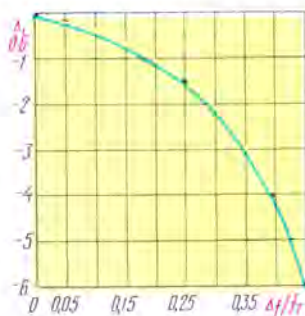

Рис. 1
Зависимость  $\Delta$  от  $\Delta f / f_r$  (рис. 1) можно использовать для выбора  $f_r$  при заданном  $\Delta$ . Например, для получения неравномерности спектральной
Предварительное проектирование цифрового генератора шума сводится к выбору тактовой частоты и числа разрядов регистра сдвига. Тактовая частота  $f_r$  рассчитывается исходя из заданного диапазона рабочих частот  $\Delta f$  и допустимой неравномерности спектра  $\Delta$  в этом диапазоне. Для расчета  $f_r$  можно воспользоваться ф-лой (1) или графиком, приведенным на рис. 1. Число разрядов N регистра сдвига может быть выбрано исходя из максимально допустимой  $\delta_f$  и  $f_r$  по формуле